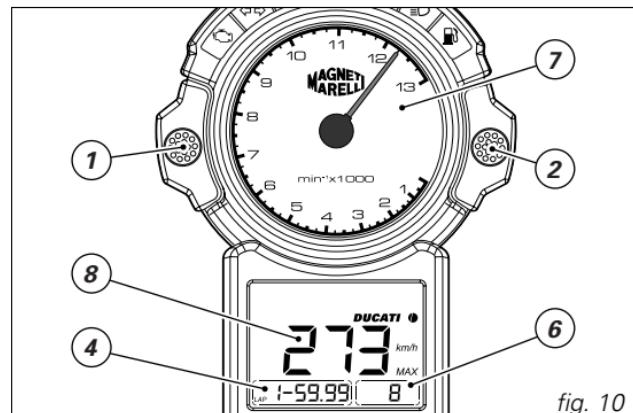
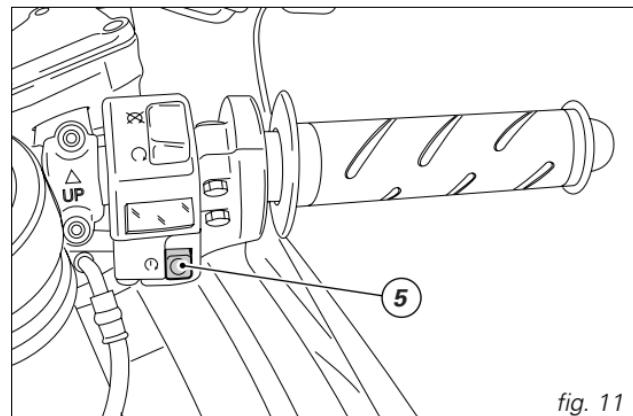

fig. 10
fig. 11
Sélectionner la visualisation LAP sur l'afficheur (4, fig. 10). En roulant, appuyer sur le bouton (5, fig. 11) de démarrage du moteur pour faire partir le chronomètre de bord. À la pression suivante du bouton (5), le chronomètre s'arrêtera et le chronomètre de bord démarrera pour le contrôle du 2^{ème} temps.
Après le chronométrage des temps, il est possible d'afficher 19 temps mémorisés sur l'écran à cristaux liquides. Après avoir éteint la moto, appuyer sur le bouton (2, fig. 10) et tourner la clé de la position OFF à la position ON pour accéder à la Fonction.
- indicateur du régime moteur maximum (7, fig. 10) dans le chrono sélectionné ;
- chrono mémorisé sur le tour de circuit (4, fig. 10) ;
- donnée mémorisée de la vitesse maximale (8, fig. 10) sur le chrono sélectionné.
Pour remettre à zéro les chronos, appuyer sur le bouton (2, fig. 10) pendant plus de 5 secondes.
- 1) si le code est reconnu, le témoin *CODE* (12, fig. 5) sur le tableau de bord, émettra un bref clignotement ; le système antivol a reconnu le code de la clé et désactive le blocage du moteur. En appuyant sur le bouton *START* (5, fig. 11), le moteur démarre ;